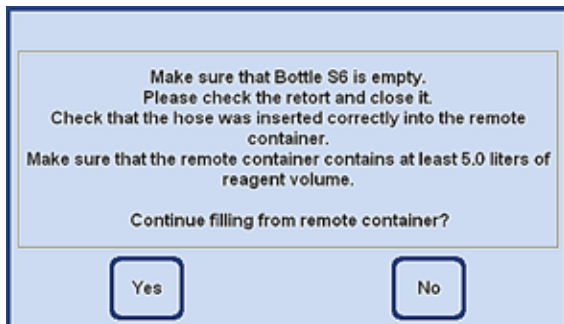

Fig. 170
- Când totul este finalizat, apăsați **YES** (DA) pentru a începe umplerea (Fig. 170).